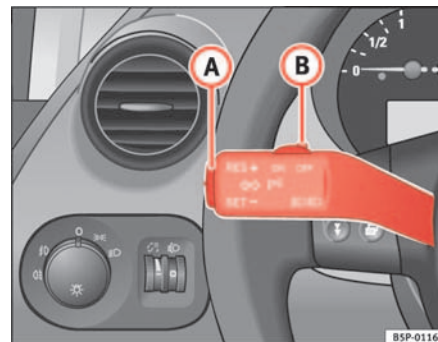

Abb. 141 Blinker- und Fernlichthebel: Schalter und Wippe für GRA
- Drücken Sie den unteren Teil der Wippe **SET** **⇒ Abb. 141 (A)** einmal kurz, wenn die zu speichernde Geschwindigkeit erreicht worden ist.